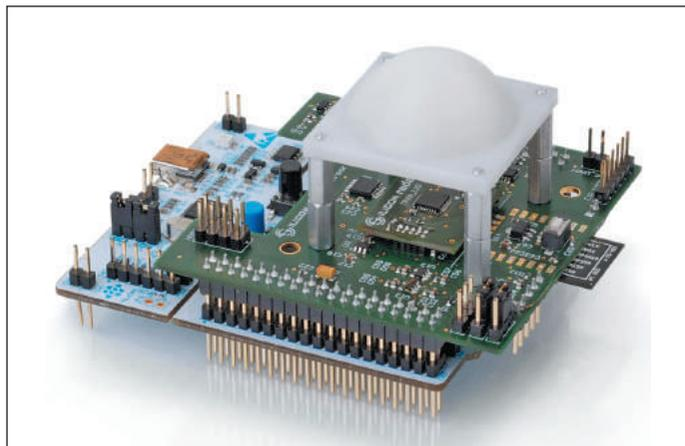

Рис. 15. Демонстрационный комплект Easy Radar Kit
- Easy Radar Kit (рис. 15), содержащий плату с приемопередатчиком и антенной на 24 ГГц (элемент No1); плату с приемопередатчиком и антенной на 122 ГГц (No2); фокусирующую линзу на 122 ГГц (No3); плату формирования ЛЧМ-сигналов (No4)
- No3, фокусирующая линза с размерами основания 35×35×3 мм, показана на рис. 15. Диаметр самой широкой части составляет 32 мм, ее высота над основанием — 12 мм. Фокус линзы находится примерно в 10 мм от основания. Изготовлена из полиэтилена высокой плотности (HD PE) механическим способом. С помощью экспериментов на Easy Radar Kit было установлено, что положение линзы относительно микросхемы существенно. Как показано на рис. 21, 22, правильная постановка линзы увеличивает уровень отраженного сигнала примерно на 45 дБ. Так как встроенные в QFN-56 антенны смещены от центра корпуса
- No4, плата для формирования ЛЧМ-сигналов, имеет габариты 70×70 мм и подключается непосредственно к плате МК (No4) через два разъема DB40 (это вторая плата снизу на рис. 15). Модуль Wi-Fi ESP8236-12 размером 24×16 мм припаян снизу и на 8 мм выдается за габариты основной платы. Режимы работы задаются переключателем SW1. Для использования Wi-Fi-модуля надо также переключить контакты MT-WR (Microcontroller Transmit — WiFi Receive) и MR-WT (Microcontroller Receive — WiFi Transmit). Свободные пере-